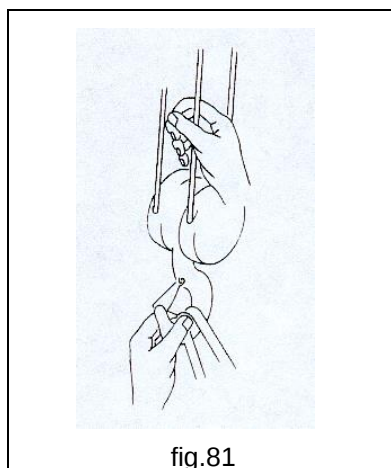

fig.81
- **NE JAMAIS** mettre les mains dans les poulies en rotation, sur les câbles ou les chaînes en mouvement, sur les harnais en phase de "tensionnement" dans les zones de contact avec la charge et entre le crochet et le harnais (fig.81).